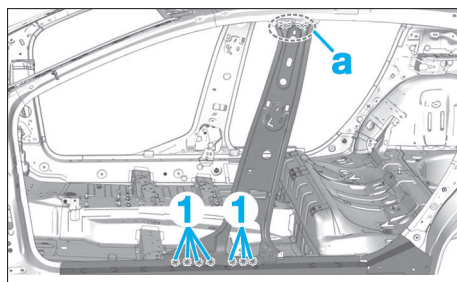

FIG. 68
- Fraiser les points de soudure (1) de la tôle de fermeture (Fig.68).